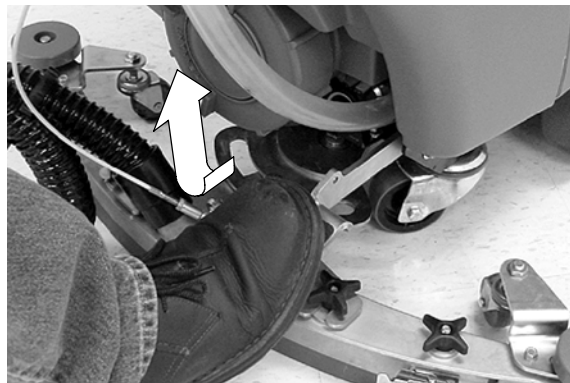

FIG. 18
4. Abaissez la tête de brossage sur le sol en appuyant sur la pédale de soulèvement de la tête de brossage, comme illustré (Figure 18).